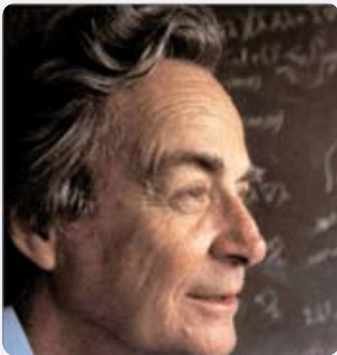

Abb. 6: Richard Feynman
Das ist der Titel der berühmten Tischrede von Richard Feynman (siehe Foto Abbildung 6), bei der er seine Phantasie spielen ließ, worin die Schwierigkeiten liegen würden auf der Nanoskala Materialien zu bearbeiten. Bemerkenswerterweise hielt er sie schon im Dezember 1959, also weit vor dem Zeitalter der Computerminiaturisierung. Er fragte zum Beispiel, warum es nicht möglich sein sollte, ein ganzes Lexikon wie in einem Mikrofilm soweit zu verkleinern, dass es auf die Größe eines Stecknadelkopfes passen sollte. Wir haben gesehen, dass es mit dem Tunnelmi-
– Abbildung 6: